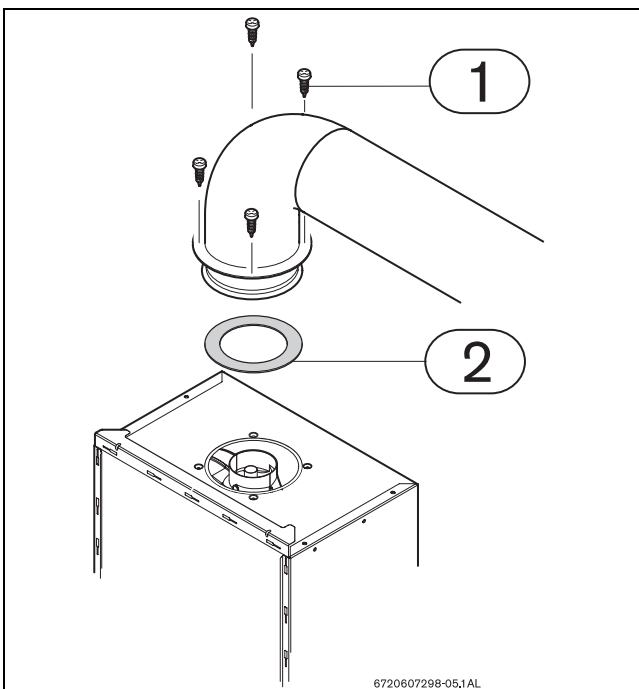

Fig. 15 Diaphragme
Les diaphragmes utilisés doivent toujours être appropriés à l'installation, de façon à garantir un rendement et une combustion optimale. Se reporter à la Fig. 15 pour l'installation et aux tab. 10 , 11 et 12 pour le choix du diaphragme.
- ▶ Démontez les vis de fixation (→Fig. 15, [1]).
- ▶ Positionnez le diaphragme (→Fig. 15, [2]) entre l'adaptateur et l'appareil.
- ▶ Fixez à nouveau l'adaptateur à l'appareil au moyen des 4 vis (→Fig. 15, [1]).
Les diaphragmes utilisés doivent toujours être appropriés à l'installation, de façon à garantir un rendement et une combustion optimale. Se reporter à la Fig. 15 pour l'installation et aux tab. 15 et 16 pour le choix du diaphragme.